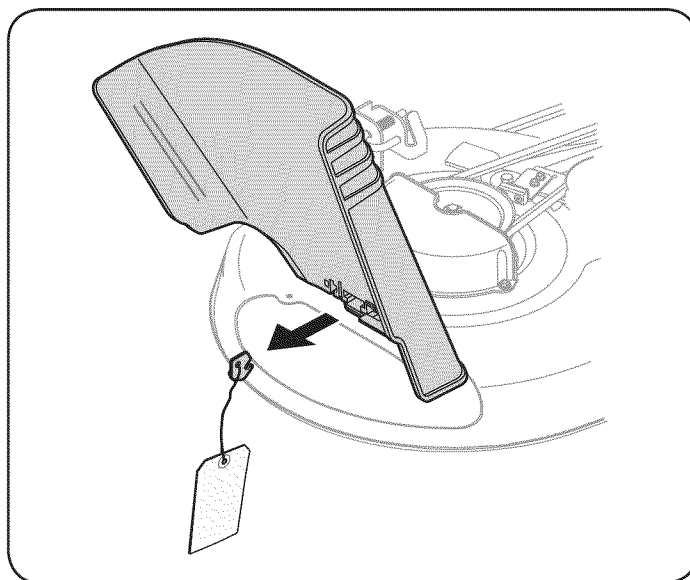

Figure 25
- Busque la llave de envío, si existe, y la etiqueta de advertencia que acompaña a encontrarse en el lado derecho de la cortadora de césped, entre la tolva de descarga y la plataforma de corte. Véase la Figure 25.